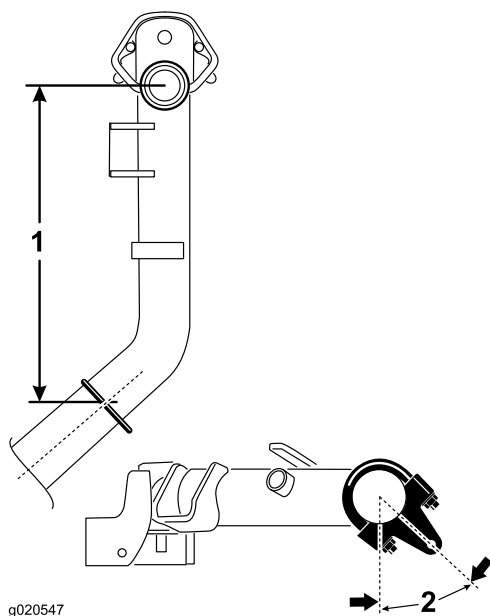

**Figura 4**
1. Nos braços de elevação nº 1, nº 4 e nº 5, posicione os suportes da corrente e as cavilhas em U 38 cm atrás do centro da articulação (Figura 4).
2. Nos braços de elevação nº 1 e nº 5, os suportes devem ser rodados 10 graus para a direita na vertical (Figura 4).
- No braço de elevação nº 4, o suporte deve ser rodado 10 graus para a esquerda na vertical (Figura 4).